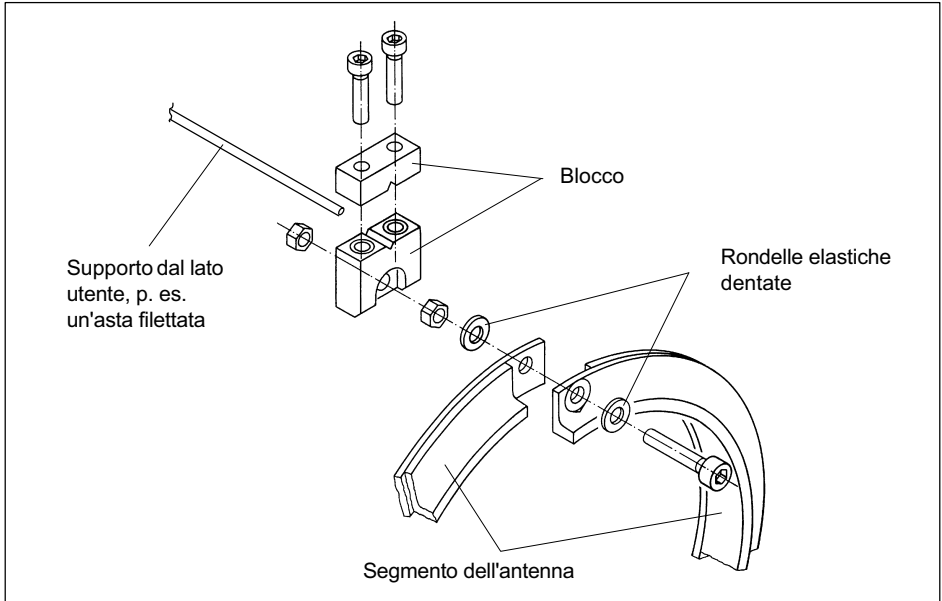

Fig. 6.7 Montaggio del blocco
2. Fissare il blocco di supporto con le viti in dotazione come in Fig. 6.7. Utilizzare assolutamente le nuove rondelle elastiche dentate!